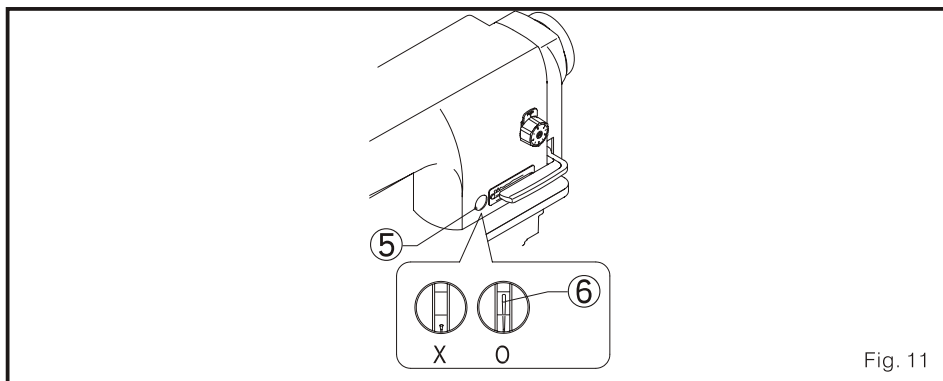

Fig. 11
5. aumente óleo se o indicador de óleo 6 esteja debaixo da linha de referência inferior. (Fig. 11)